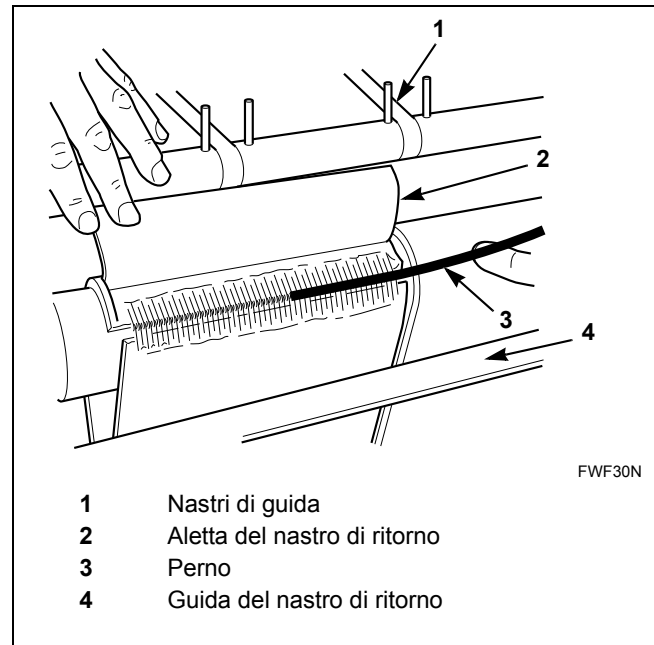

Figura 31
7. Rimuovere il perno dai denti del nastro di ritorno. Consultare la *Figura 31*.